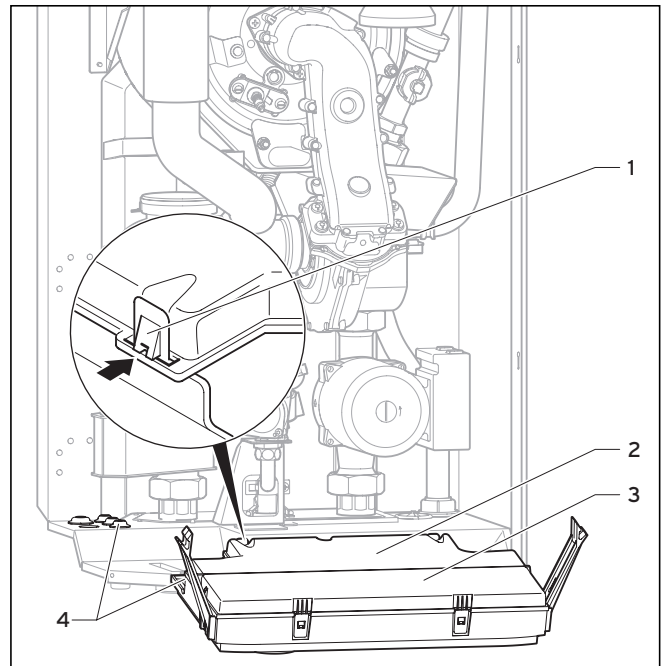

Abb. 5.15 Rückwand der Elektronikbox öffnen
- Nehmen Sie die Frontverkleidung des Gerätes ab (siehe Kap. 4.8) und klappen Sie die Elektronikbox (3, Abb. 5.15) nach vorn.
- Clipsen Sie den hinteren Deckel (2) der Elektronikbox an den Stellen (1) aus und klappen Sie den Deckel hoch.
- Führen Sie das Netzanschlusskabel durch die freigewordene Kabeldurchführung (4). Verwenden Sie die beiliegende Tülle (im Beipack) zur Abdichtung der Öffnung.
- Nehmen Sie die Frontverkleidung des Gerätes ab (siehe Kap. 4.8) und klappen Sie die Elektronikbox (3) nach vorn (siehe Abb. 5.15).
- Clipsen Sie den hinteren Deckel (2) der Elektronikbox an den Stellen (1) aus und klappen Sie den Deckel hoch (siehe Abb. 5.15).
- Führen Sie die Anschlussleitungen der jeweiligen, anzuschließenden Komponenten durch die Kabeldurchführungen (4) links an der Geräteunterseite (siehe Abb. 5.15)